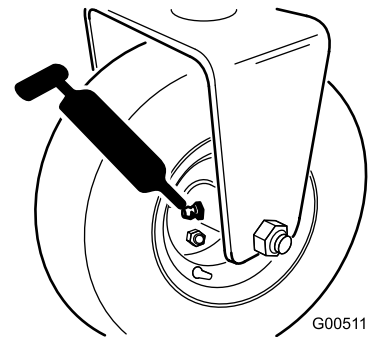

Figura 30
- Conjunto del buje del rodillo trasero, o si está equipado con un kit de tracción a 3 ruedas, los embragues de rodillo de las ruedas traseras y el cojinete de bolas externo (1) (Figura 30).